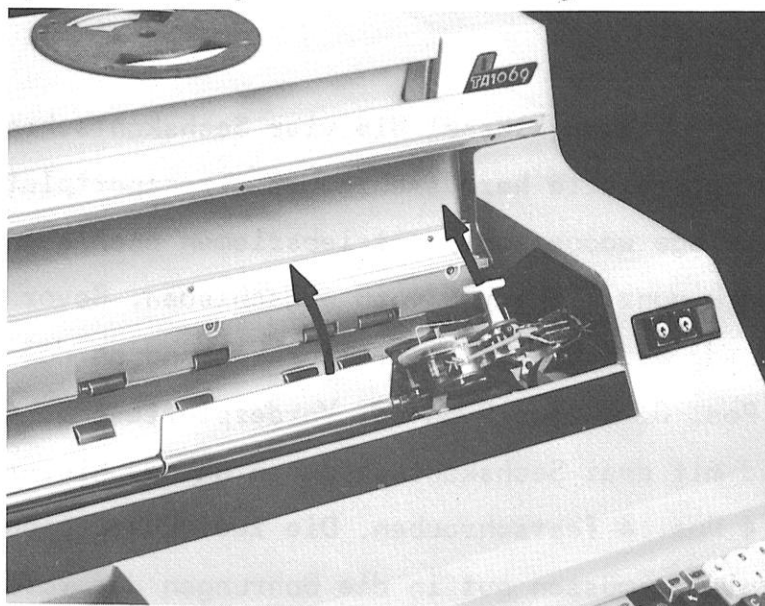

Abb. 3a
3.3 Drucker-Papierandruckeinrichtung hochklappen Abb. 3a
3.4 Gelbe Transportsicherungen in Pfeilrichtung herausnehmen Abb. 3a